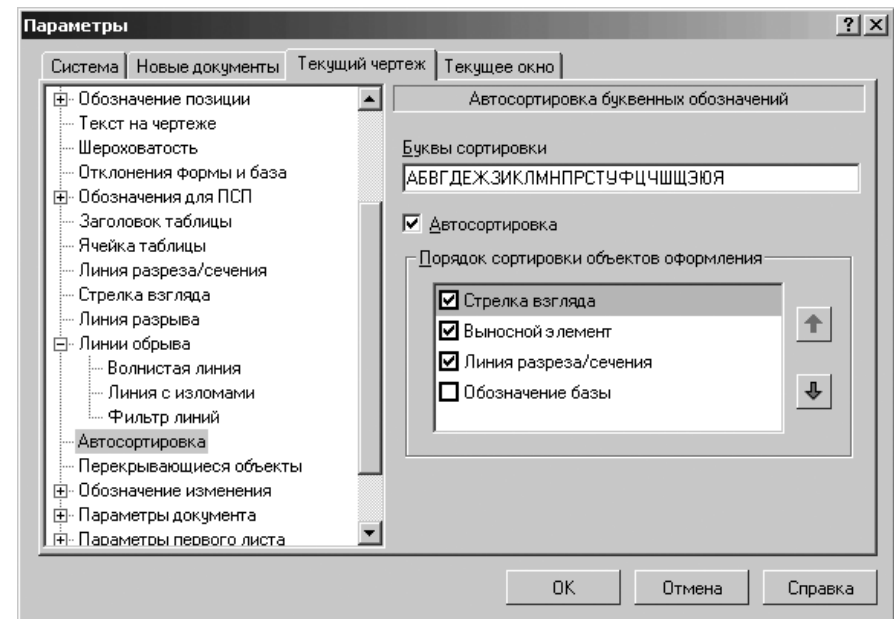

Рис. 10.74. Диалоговое окно **Параметры** с открытой вкладкой **Новые документы** и панелью **Автосортировка буквенных обозначений**
- щелкните в списке настраиваемых элементов **Графический документ** по пункту **Автосортировка**. В правой части появится панель **Автосортировка буквенных обозначений**, показанная на рис. 10.74.